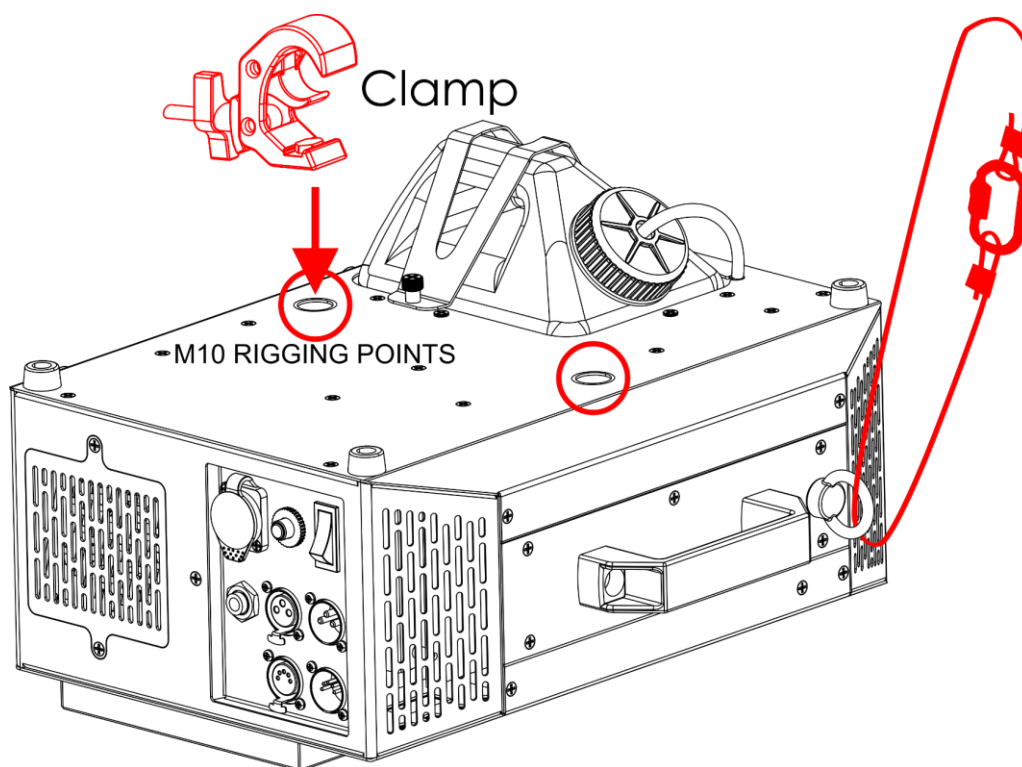

Abb. 05
- 01) Befestigen Sie das Gerät mit einer Klemme an der tragenden Struktur, wie in Abb. 05 gezeigt. Achten Sie darauf, dass sich das Gerät nicht frei bewegen kann.
- 02) Sichern Sie das Gerät mit einer Sekundäraufhängung, zum Beispiel einem Sicherungsseil. Achten Sie darauf, dass die Sekundäraufhängung das 10-fache Gewicht des Geräts tragen kann. Wenn möglich, sollte die Sekundäraufhängung an einer von der Primäraufhängung unabhängigen tragenden Struktur befestigt werden. Führen Sie das Sicherungsseil durch die **Sicherungsöse (05)**, wie in Abb. 05 gezeigt.